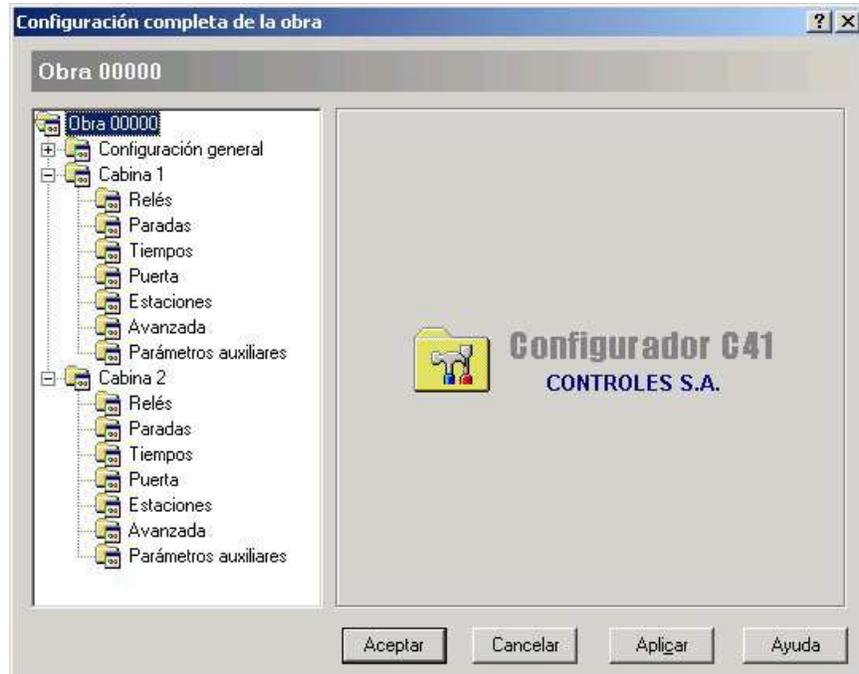

Figura 3
- 4) En la ventana de la Figura 2, para editar los parámetros de configuración de la Cabina 1 hacer clic en el símbolo "+" a la izquierda del nodo "Cabina 1", y para editar los elementos de configuración de la Cabina 2 hacer clic en el símbolo "+" a la izquierda del nodo "Cabina 2" (ver Figura 3)